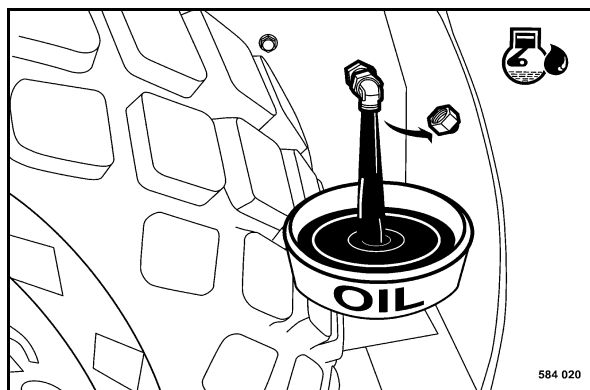

Fig. 140
- Dévisser le bouchon de vidange (Fig. 140) et laisser écouler l'huile.